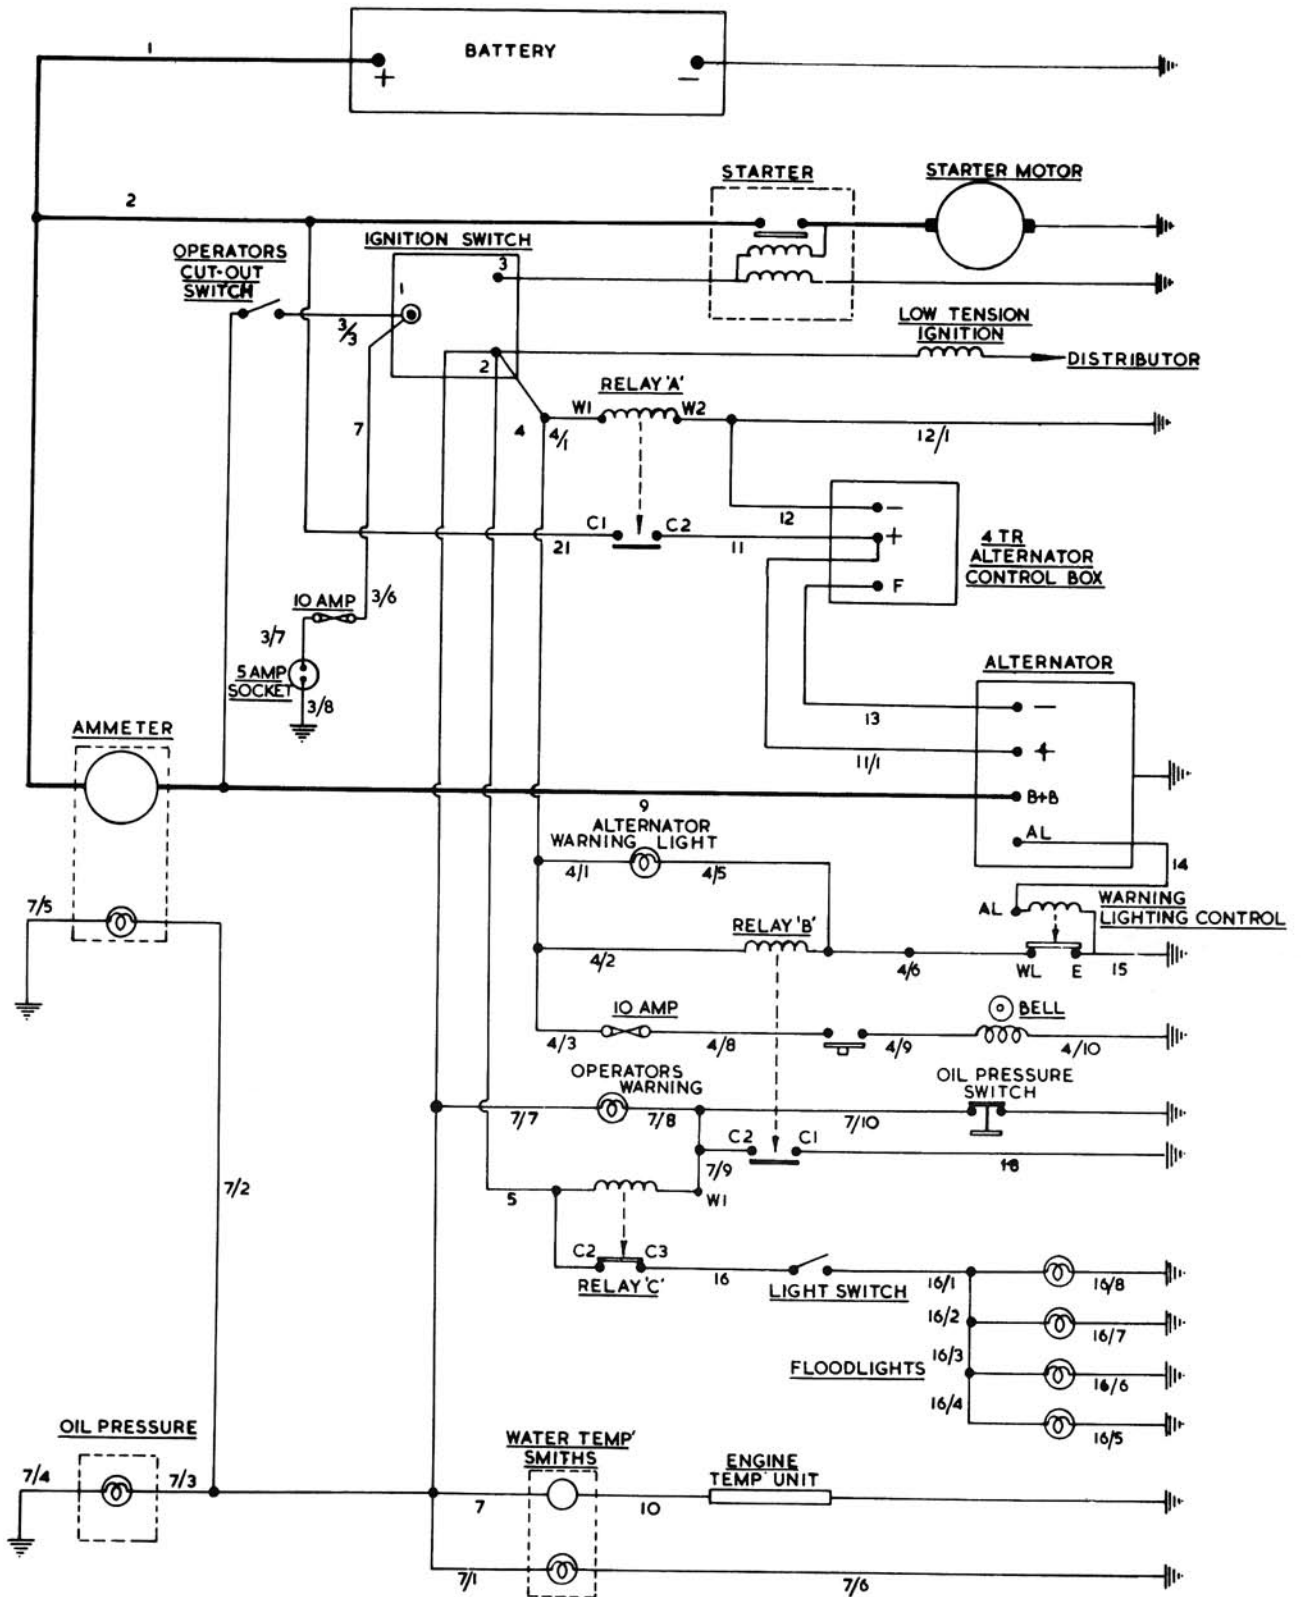

FIG 4 M6 GANTRY ELECTRICAL CIRCUIT
M.6. GANTRIES - ELECTRICAL SUPPLY (Fig. 4)